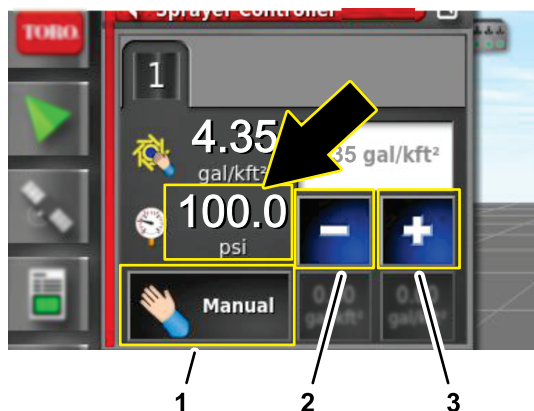

Figure 201
7. Dans la boîte de dialogue du contrôleur de débit de pulvérisation, appuyez sur l'icône MODE DE COMMANDE DE DÉBIT jusqu'à ce que le mode manuel s'affiche (Figure 201).
8. Appuyez sur l'icône de réduction (-) ou d'augmentation (+) pour régler la pression du système de pulvérisation (Figure 201) à 6,9 bar (100 psi).